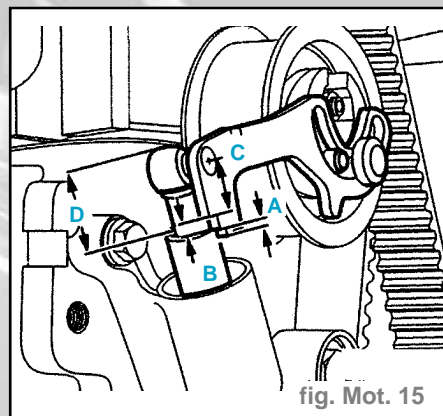

fig. Mot. 15
- Contrôler si la zone -A- coïncide avec l'arête supérieure du piston ou si la cote -D- est de 25 à 29 mm (fig. Mot. 15).